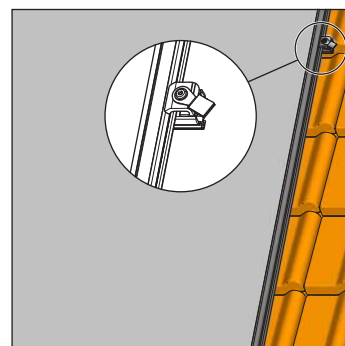

Fig. 3-23 Fase di lavoro 6b
- b)  del raccordo di mandata nel profilo di montaggio e avvitare saldamente con chiave a esagono cavo (fig. 3-23).